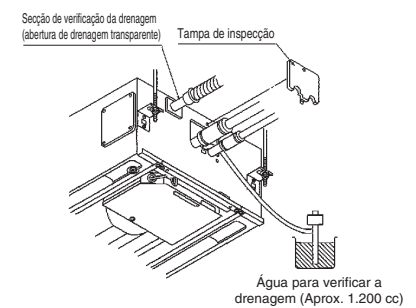

Fig. 3-30
- Após finalizar a verificação da drenagem, abra o pino de verificação (CHK) e volte a montar a tampa do tubo. (Fig. 3-30)
Para montar a tampa do tubo, utilize parafusos de madeira 4 x 8. (Fig. 3-30) Não utilize parafusos longos porque podem perfurar o recolhedor de drenagem e causar vazamento de água.